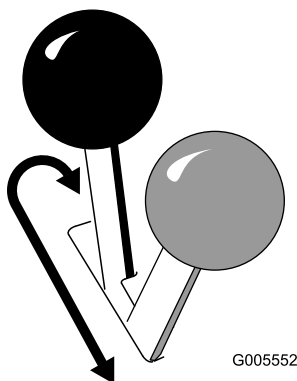

Bild 13
- Drücken Sie den Bremshebel nach vorne und links und ziehen Sie ihn dann nach hinten, um die Feststellbremse zu aktivieren (Bild 13).
- Drücken Sie den Hebel nach vorne und nach rechts in die Kerbe, um die Bremse zu lösen (Bild 13).